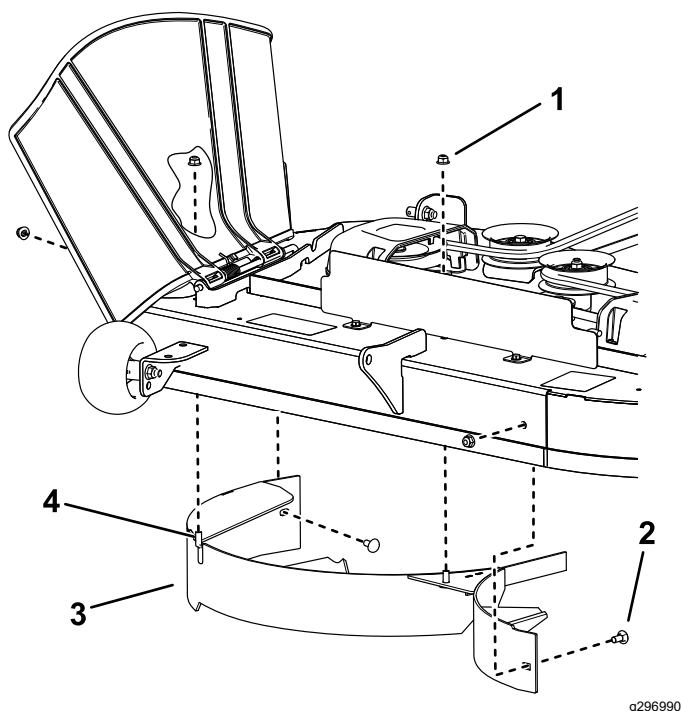

Figure 12
4. Retirez les 2 contre-écrous (5/16") des montants soudés du déflecteur (Figure 12).
5. Retirez les 2 boulons de carrosserie et les 2 contre-écrous qui fixent le déflecteur au plateau, puis déposez le déflecteur (Figure 12).
6. Localisez les 2 boulons dans les pièces détachées et insérez-les, avec les contre-écrous existants, dans les trous utilisés pour les montants soudés (Figure 12) afin d'éviter la projection de débris.